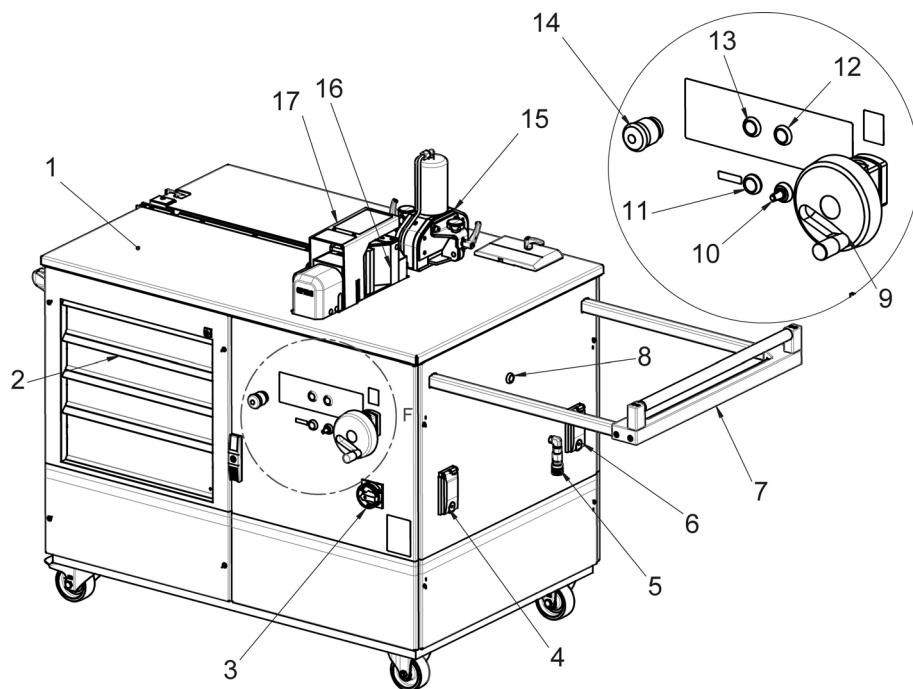
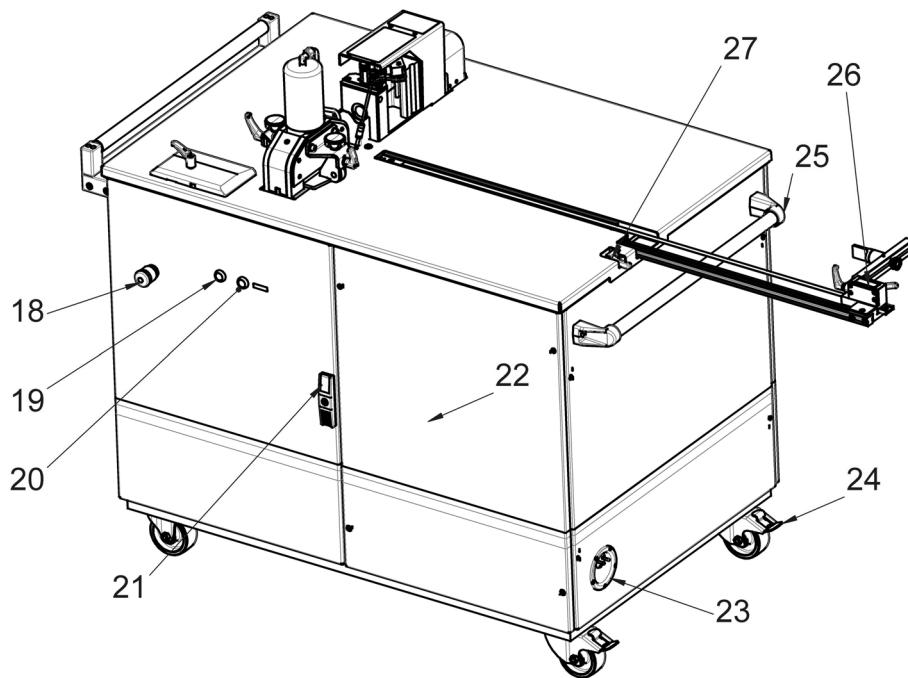

Рис. 1: Вид спереди
Рис. 2: Вид сзади
Однопедальный безопасный ножной переключатель подключается к “станции для обработки токовых шин мобильной” через разъем (рис. 1, 4). Четыре кнопки (рис. 1, 8, 12, 13 и рис. 2, 19) служат для выбора желаемой операции обработки. Работа возможна только с одной операцией. Блок резки (рис. 1, 15) для отрезки токовых шин, а также блок гибки и штамповки отверстий (рис. 1, 16) установлены на жесткой износостойчивой панели стола (рис. 1, 1) из нержавеющей стали. В панели стола встроен выдвижаемый на расстояние до 1200 мм упор (рис. 2, 26), который может быть использован для любых рабочих ситуаций.
Дополнительное гидравлическое подключение (рис. 1, 5) дает возможность подключения внешних гидравлических устройств в дополнение к имеющимся рабочим блокам. Для удобной обработки длинных заготовок “станция для обработки токовых шин мобильная” оснащена выдвижным опорным роликом (рис. 1, 7).
Два переключателя аварийной остановки (рис. 1, 14 и рис. 2, 18) могут немедленно остановить насос в опасной ситуации и обеспечить возврат инструмента в исходное положение. Благодаря применению частотного преобразователя число оборотов для скорости движения инструментов может быть отрегулировано потенциометром (рис. 1, 10). Базовый корпус для штамповки защищен устойчивым защитным кожухом (рис. 1, 17). Высота базового корпуса может быть удобно отрегулирована маховиком (рис. 1, 9) в зависимости от индикации. Четыре объемных поддона (рис. 1, 2), запираемые, обеспечивают достаточное место для хранения используемых инструментов и вспомогательных материалов. За дверью (рис. 2, 21), помимо электрошкафа (рис. 2, 22), находится емкость для сбора остатков меди. Кабель питания (рис. 2, 23) вводится через боковую стенку “станции для обработки токовых шин мобильной” и при необходимости может быть вытянут до длины 4,5 м или полностью смотан.
- Затем подключите провод ножного переключателя к 4-полюсному подключению (рис. 1, 4).
Лазеры включаются и отключаются с помощью кнопок (рис. 1, 11 и рис. 2, 20). Чтобы увеличить срок службы лазеров, лазеры отключаются автоматически через 15 минут. При кратком нажатии на ножной переключатель или нажатии на соответствующую кнопку лазер снова включается.
- Отрегулировать высоту базового корпуса с помощью маховика (рис. 1, 9) и гибочной матрицы по центру заготовки.